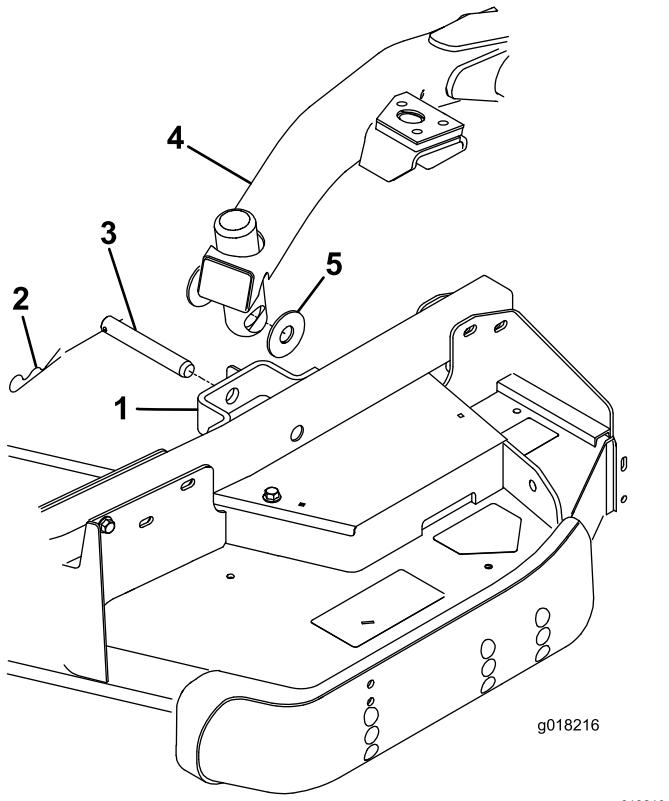

Bild 27
4. Drücken Sie den Hubhebel nach vorne in die SCHWEBE-Stellung. Drücken Sie einen Hubarm nach unten, bis die Löcher im Hubarm mit den Löchern in der Laufradarmhalterung ausgefluchtet sind, und die Schnittthöhenstange in die Hubarmpolster eingesetzt werden kann (Bild 27).
5. Befestigen Sie den Hubarm mit zwei Druckscheiben, einem Lastösenbolzen und einem Splint am Laufradarm; setzen Sie die Druckscheiben zwischen den Hubarm und die Halterung des Laufradarms (Bild 27) und setzen Sie das Ende des Splints in den in der Nase des Laufradarms ein, um den Splint zu befestigen.